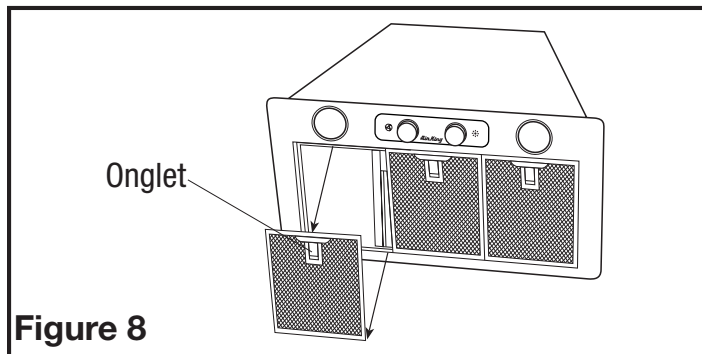

Figure 8
- 2 Pour retirer les filtres, tirez l'onglet de la poignée vers le bas jusqu'à ce que les filtres se dégagent de l'unité. Pour réinstaller, glissez l'onglet à l'arrière du filtre dans la fente dans l'unité. Tout en maintenant la poignée ou le filtre, soulevez le filtre en place et relâchez la poignée. Le filtre doit cliquer solidement en place (Figure 8).